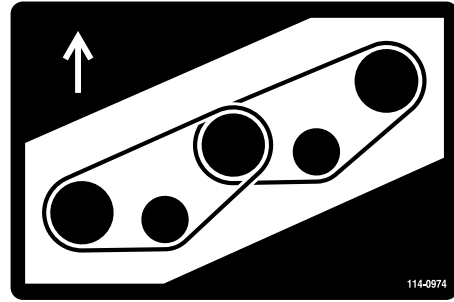
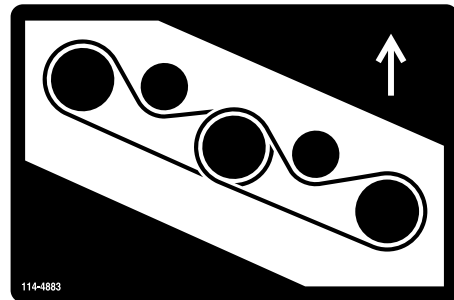

Bild 84
Bild 85
5. Verlegen Sie den neuen Riemen um die Spindelscheiben und die Spannscheiben, siehe Bild 84 und Bild 85.